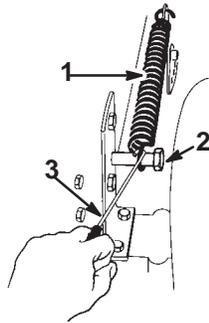

Bild 45
11. Haken Sie die Feder des Schneidwerkhubes an der Befestigungsschraube ein (Bild 45). Verwenden Sie dazu das mit der Maschine mitgelieferte Federwerkzeug.